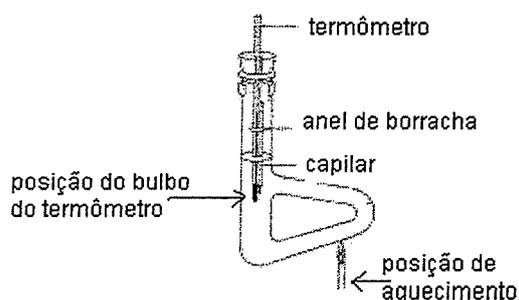

Figura 8.1. Demonstração da posição do termômetro e local de aquecimento no tubo de Thiele.
- Fixar o tubo de Thiele com uma garra metálica ao suporte universal, Figura 8.1.
- Introduzir o sistema (tubo capilar e termômetro) do tubo de Thiele contendo água. O bulbo do termômetro deve ficar na altura da saída do braço lateral do tubo de Thiele, Figura 8.1.